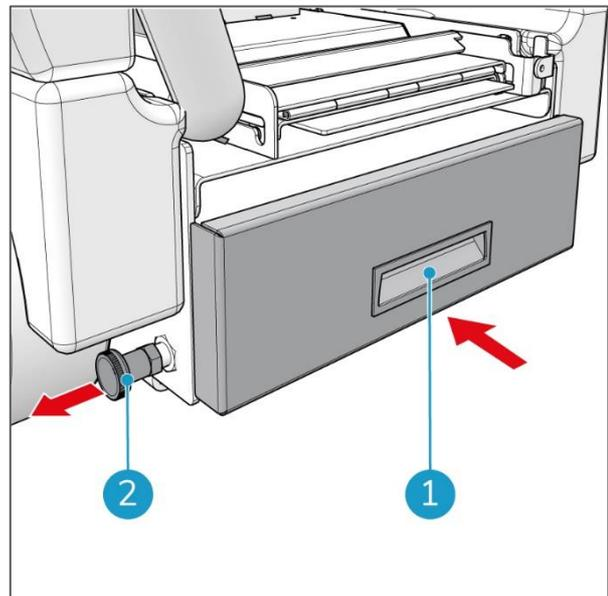

Abbildung 16
5. Ziehen Sie den Sicherungsstift auf der linken Seite der Akkuschublade (Abbildung 16, Pos. 2) heraus.
6. Schieben Sie die Akkuschublade am schwarzen Griff (Abbildung 16, Pos. 1) in den i-drive®, bis sie einrastet.